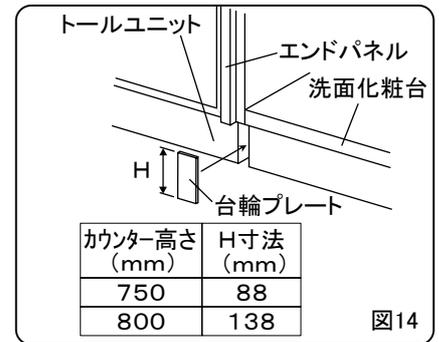

図14
- ④台輪部の隙間を塞いでください。台輪プレートをH寸法にカットし台輪側面に貼付けてください。(P.15 図14)